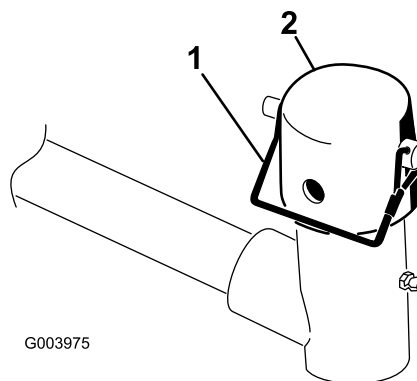

Figura 9
2. Îndepărtați tiftul de siguranță i capacul de la nivelul furcii pivotului braului de ridicare (Figura 9).
Notă: Utilizați fanta dacă se dorește o unitate de tăiere cu sistem de direcție sau utilizați orificiul dacă unitatea de tăiere trebuie fixată în poziție (Figura 9).